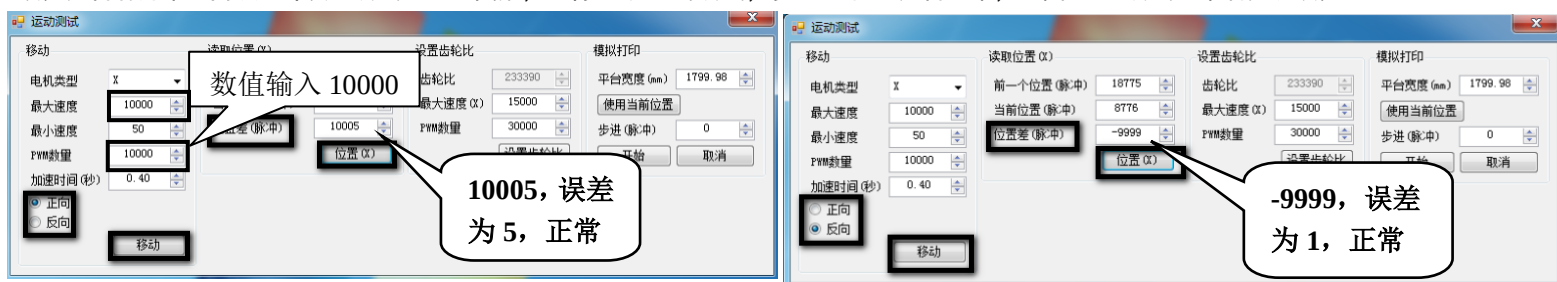

图 7.3 运动测试界面
4、选择 X，依次设置好参数，选择正向，在确保墨栈刮片没有刮到小车底部的前提下点击“移动”，小车会向终点方向移动相应距离，这时点击位置，观察“位置差（脉冲）”的数值，得到的数值为 10000 ± 10 ，则齿轮比正常，如果和 10000 ± 10 的标准相差很大，则需要检查光栅的安装或者光栅读头是否有异常。同理选择反向测试。如此类推，进行 Y 和 Z 的测试，验证 Y 和 Z 是否正常，如图 7.3。测试正常后安装喷头。